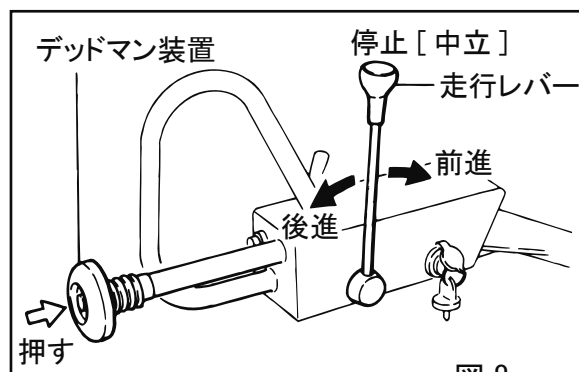

図 8
- 走行レバーを後進にし、デッドマン装置を押し走行レバーが中立位置に戻る事を確認します。（図8）
- 走行レバーをわずかに前方へ押すと、ローラーは微速前進します。さらに押すと速度があがります。走行レバーの動かし方で速度を0～(前後進とも)の範囲で無段変速できます。走行レバーを手前に引くと後進します。(図8)